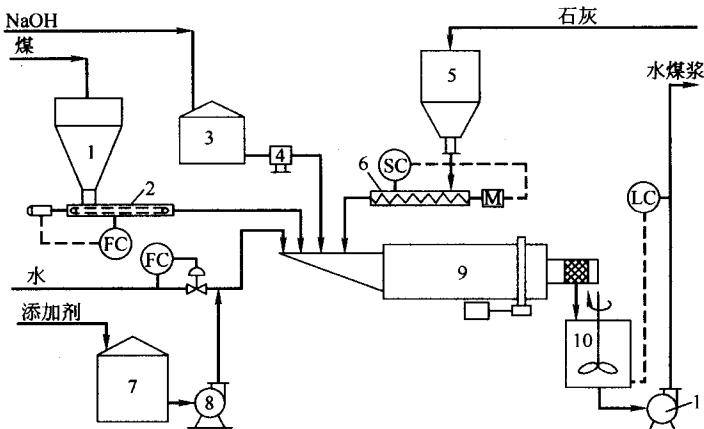

图 2-1-9 水煤浆制备工艺流程
(3) 水煤浆气化工艺流程 水煤浆制备工艺流程如图 2-1-9 所示。